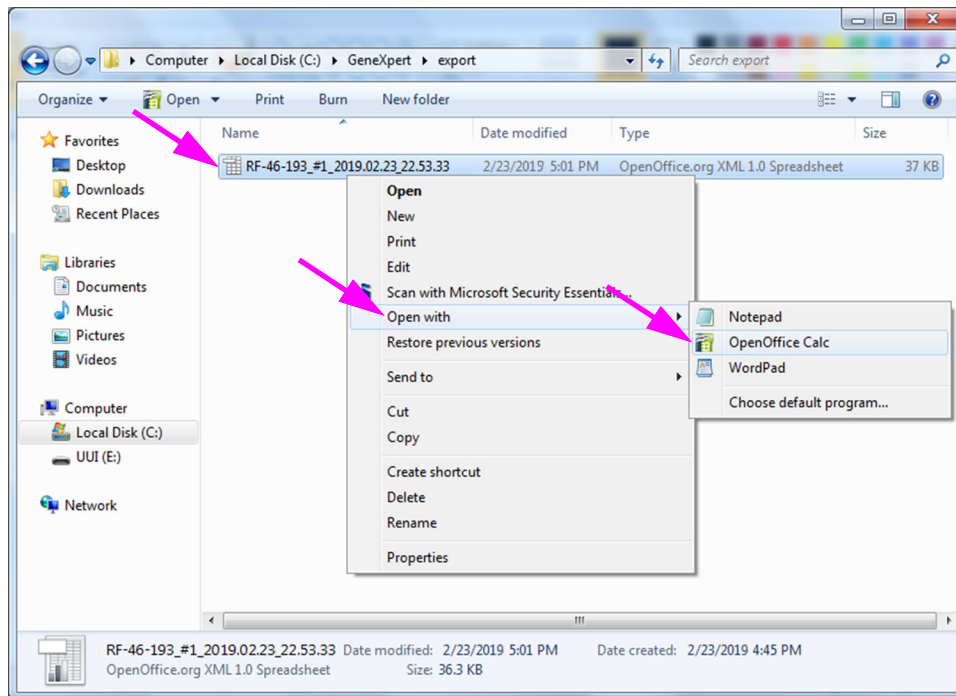

Figura D-1. Abrir um ficheiro .csv para configurar o AOO (exemplo)
1. Na pasta GeneXpert no seu sistema, navegue até à pasta **Export (Exportar)**. Clique com o botão direito do rato no ficheiro .csv que pretende abrir. Quando surgir o menu pendente, clique em **Open with (Abrir com)** e seleccione **OpenOffice Calc**. Consulte a figura D-1.